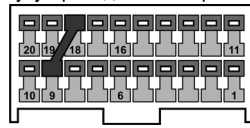

рис. 2
- б. Убедитесь, что при отсутствии иммобилайзера существует перемычка между 9 и 18 клеммами разъема (см. Рис. 2).